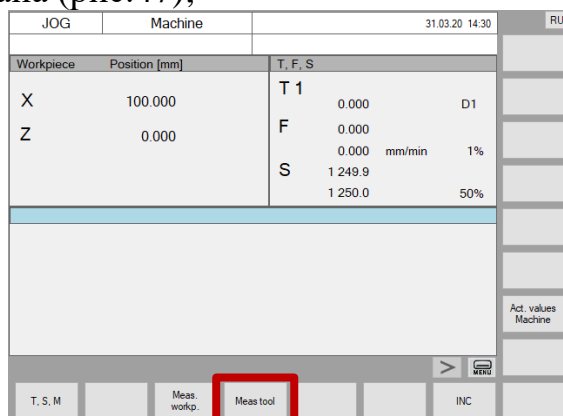

Рис.47. Кнопка «Meas. tool»
4. На пульте управления нажать кнопку «Meas. tool» в горизонтальном ряду кнопок экрана (рис.47);